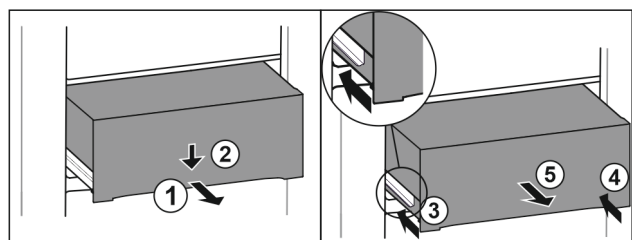

Fig. 146
- ▶ Zásuvku napůl vytáhněte. Fig. 146 (1)
- ▶ Stlačte zásuvku na přední straně dolů. Fig. 146 (2)
- ▶ Zasuňte levou kolejničku přibližně do 2 cm. Fig. 146 (3)
- ▶ Zasuňte pravou kolejničku přibližně do 2 cm. Fig. 146 (4)
- ▶ Vyjměte zásuvku dopředu. Fig. 146 (5)